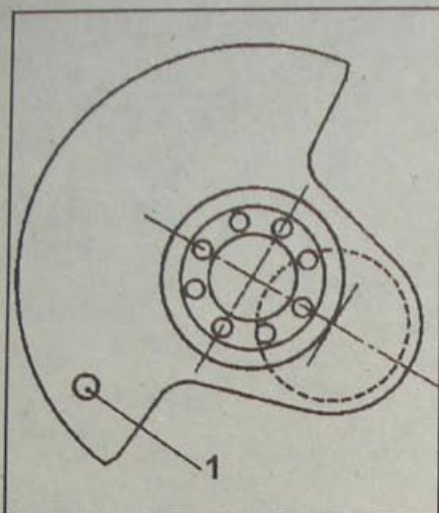

Рис. 2.65. Расположение отверстия (1) на противовесе со стороны маховика двигателя Z7X для хода поршня 72,7 мм
– отверстие (1, рис. 2.65) на противоположной стороне маховика двигателя,